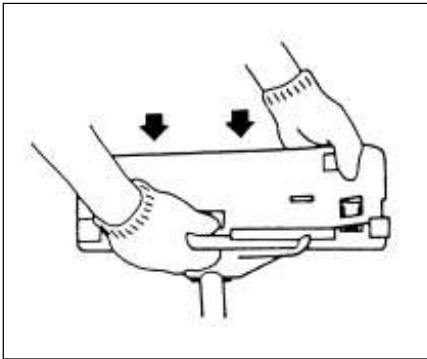

Fig. 1-9
(En) When using a trimmer head (2) with two piece type blade guard, attach the guard extension to the blade guard. (Fig. 1-9)
(It) Quando si usa una testina a filo (2) con coprilama di tipo di due pezzi, applicare l'allungamento al coprilama. (Fig. 1-9)
(Fr) Lorsque l'on utilise une tête de coupe à fil nylon (2) avec un carter de protection du type en deux parties, veuillez fixer l'extension du carter de protection sur le carter lui-même afin de rehausser sa jupe latérale. (Fig. 1-9)
(Ge) Bei Einsatz eines Trimmerkopfes (2) mit Doppelstückmesserschutz die Schutzverlängerung am Messerschutz befestigen. (Fig. 1-9)
(Sp) Cuando use el cabezal recortador (2), con el protector de cuchilla tipo de dos piezas, conecte el protector de extensión al protector de cuchilla. (Fig. 1-9)
(Sw) Vid användning av trimmerhuvudet (2) försett med tvådelat klingskydd skall skydds förlängningen fästas vid klingskyddet. (Fig. 1-9)